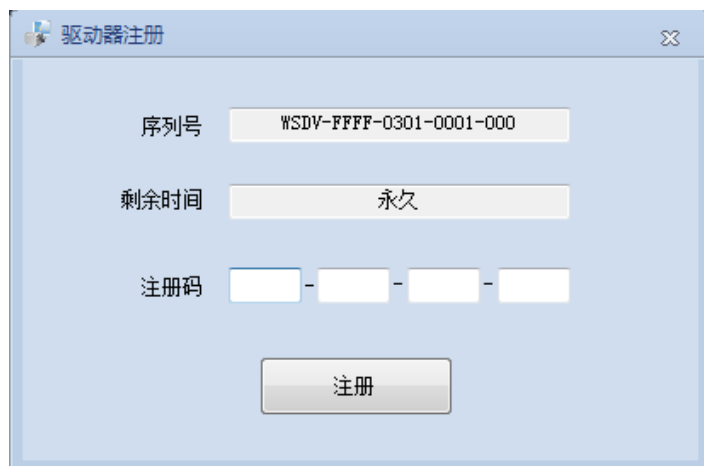

图 12-3 驱动器注册窗口
1. 点击<其他>→<驱动器注册>，打开驱动器注册窗口，如图 12-3 所示。